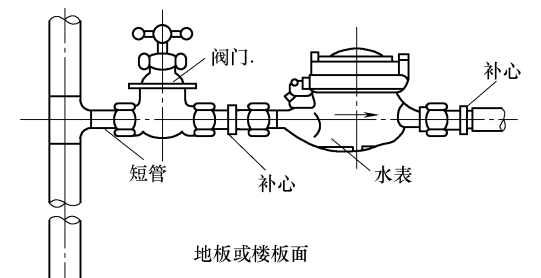

图 3-10 室内水表安装图
(1) 水表的口径应根据安装管道的口径而定,安装位置应避免曝晒、水淹、冰冻和污染,方便读数、检修、拆装和刷卡。
(2) 水表应水平(显示面向上)安装。
(3) 新装前应先清除管道内的砂石、麻丝等杂物,以免造成水表故障。
(4) 水表所示的箭头方向应与管道水流方向一致。
(5) 当水表装在锅炉进水端时,要防止锅炉热水及蒸汽回流而损坏水表内部机件,最好在水表出水口处加装止回阀。
(6) 明装在室内的分户水表,表外壳距墙表面净距为10~30mm,且水表的下方应加表托。
(7) 安装在水表井里的水表不能直接放在井底的垫层上,应用砖或混凝土预制块将水表垫起。
(8) 为了便于维修和更换水表,需在水表前后安装补心或活接头,如图3-10所示。